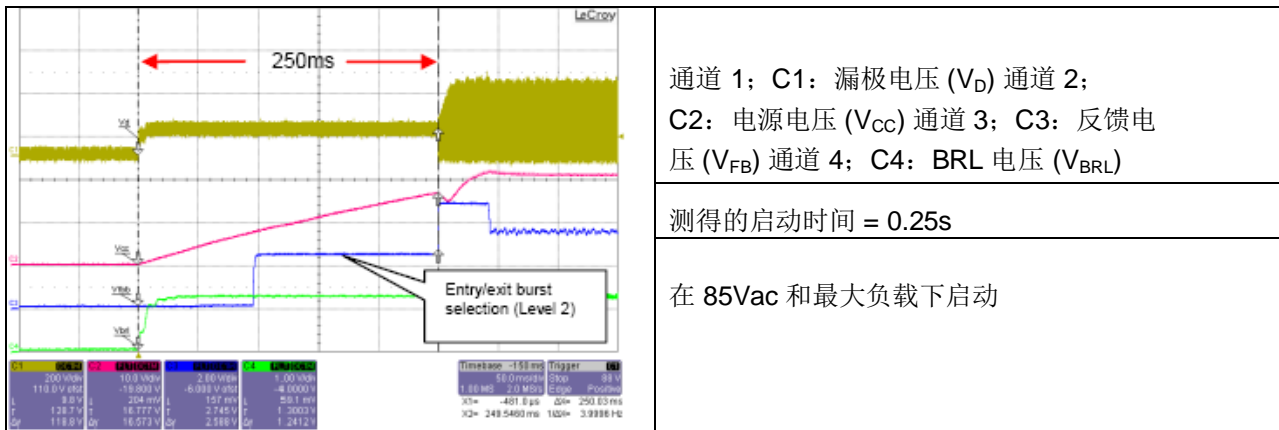

图 4 交流电源输入电压为 85Vac 时的启动延迟时间
启动时间是指从加载输入电压开始到 IC 启动的时间。ICE3ARxx80CJZ 有一个与输入大容量电容器相连的启动元件。加载输入电压后，启动元件将作为恒流源向 Vcc 电容器充电并向 IC 提供能量。当 Vcc 电容器达到 Vcc_on 阈值 17V 时，IC 启动。然后启动元件关闭，由辅助绕组给 Vcc 供电。启动时间独立于交流电源输入电压，可以用公式 (1) 计算。图 4 显示了 85Vac 电源输入下的启动时间。
因此，最小 V_{CC} 电容可以为 $4.9\mu\text{F}$ 。为了留出更多余量，设计时采用 $10\mu\text{F}$ 。所以启动时间 $t_{StartUp}$ 为 0.19s 。测得的启动时间为 0.25s （图 4）。必须在 V_{CC} 引脚附近（越近越好）增加一个 $0.1\mu\text{F}$ 滤波电容器以过滤高频噪声。